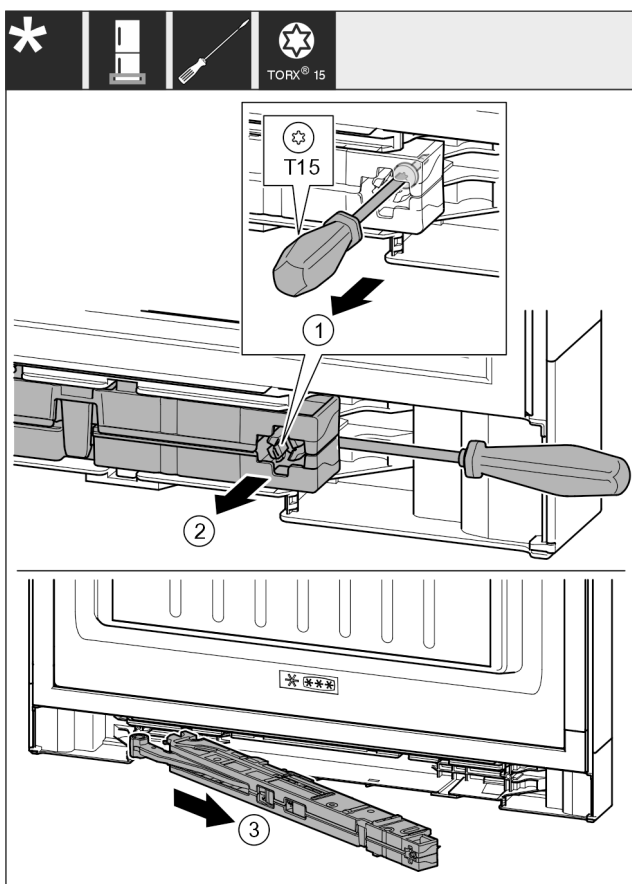

Fig. 17
- Oldja ki a csavart Fig. 17 (1) a záráscsillapító egységen 14 mm méretű csavarhúzóval.
- Emelje ki a záráscsillapító egységet Fig. 17 (2) a fogantyú felőli oldalon csavarhúzó segítségével felfelé.
- Húzza ki a záráscsillapító egységet Fig. 17 (3).